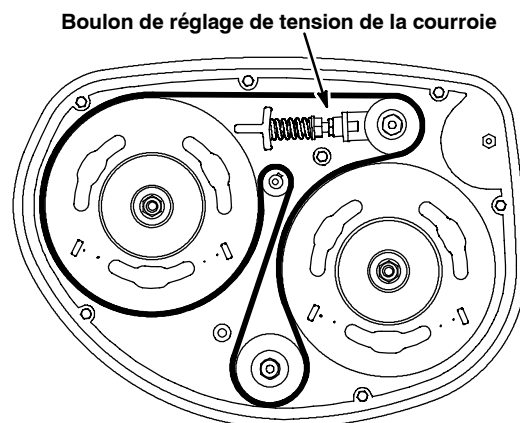

FIG. 71
1. Pour remplacer la courroie, desserrez complètement le boulon de réglage de tension de la courroie, retirez la courroie et installez la nouvelle courroie comme illustré (Figure 71). Alignez le côté rainuré de la courroie avec les poulies à gorge.